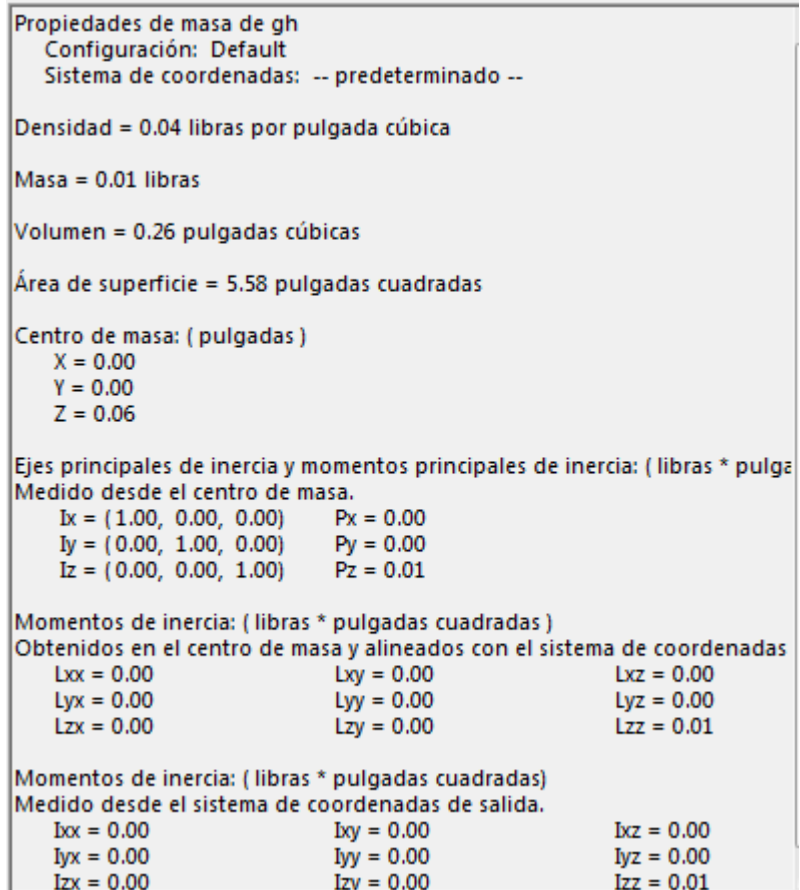

Ilustración 77
Paso 2: A continuación aparece una ventana emergente en donde se observa información como la densidad, el área, la masa entre otras opciones, las unidades aparecerán respecto al sistema de unidades que este configurada la pieza (ver ilustración 77).